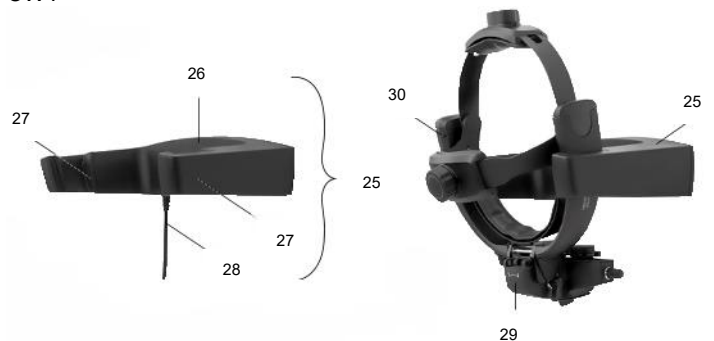

Abb. 5
Zum Laden hängen Sie das binokulare indirekte Ophthalmoskop OMEGA 600 VET (29) in den Wall Charger CW1 (25), wie in Abb. 5 gezeigt. Die Kontaktanzeige (26) am Wall Charger CW1 (25) zeigt den Kontakt mit dem OMEGA 600 VET (29) an. Die Ladestandanzeige (30) befindet sich am Batteriefach des OMEGA 600 VET.